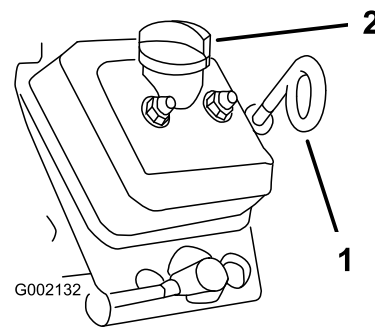

Figura 20
2. Limpe a zona em redor da vareta de óleo (Figura 20), para evitar que entre sujeira no orifício e possíveis danos no motor.